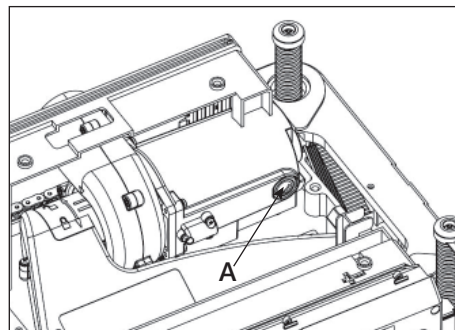

Рисунок 21.
- снимите ручки транспортировки, верхнюю крышку рабочего узла, защитный кожух и защитную крышку **A** (рис. 21, 22);
- установите обратно защитную крышку **A** (рис. 21, 22), защитный кожух, верхнюю крышку рабочего узла и ручки транспортировки.